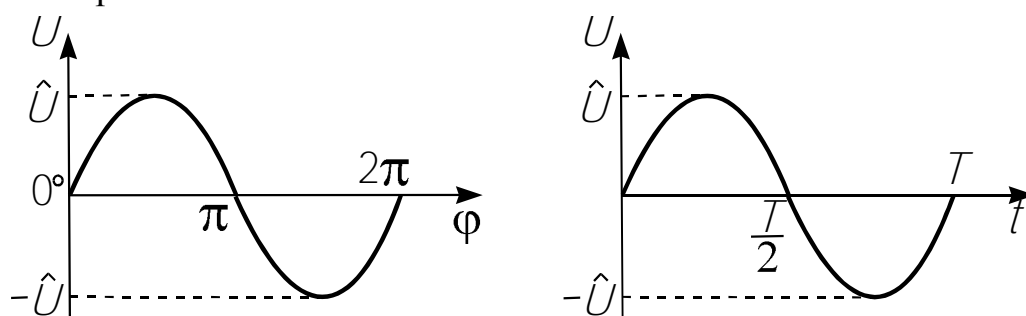

Рис. 2. Переменное напряжение, возникающее в катушке.
Из формулы (2) видно, что индукционное напряжение в катушке изменяется по закону синуса. Это означает, что за период оно дважды изменяет свой знак. Следовательно, оно является переменным напряжением, что и показано на рис. 2.